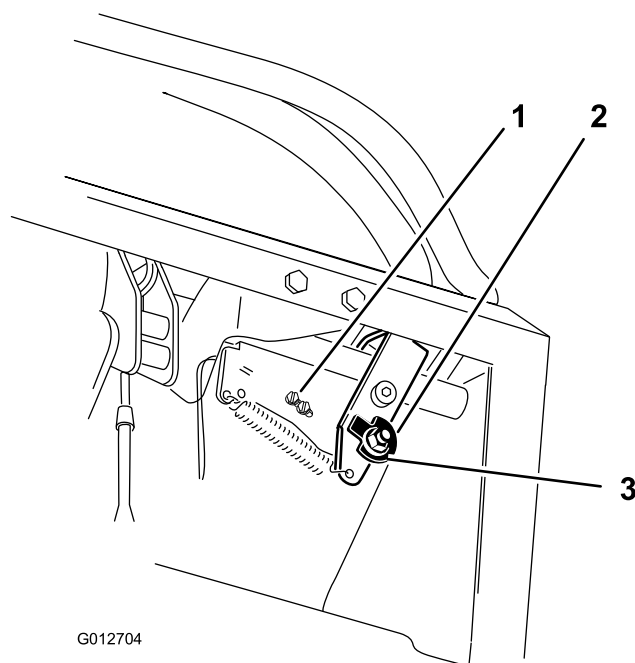
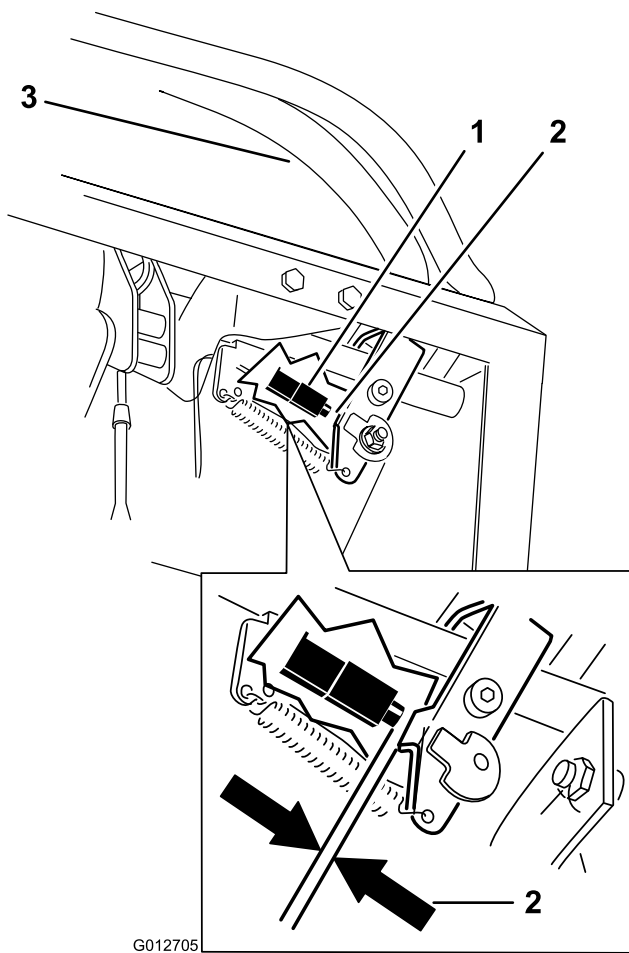

Figura 68
Figura 69
10. Compruebe la distancia entre la palanca de control y el interruptor, según se muestra en Figura 69. El espacio debe ser de 3 mm con la palanca de control de movimiento derecha en la posición de bloqueo/punto muerto.
11. Si es necesario, afloje los tornillos que sujetan el interruptor, y ajuste el interruptor (Figura 68 and Figura 69).
7. Afloje la tuerca que sujeta la leva (Figura 68).